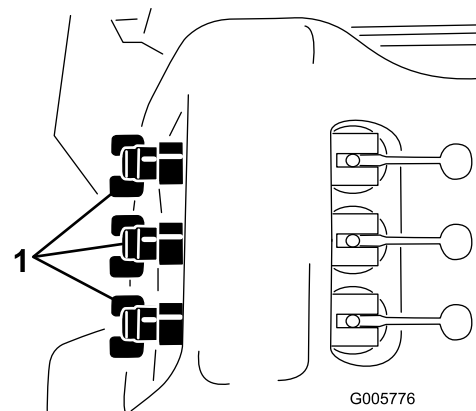

Bild 28
12. Stellen Sie das Sicherheitsventil des Auslegers (Bild 28) unter dem Auslegersicherheitsventil des Auslegers ein, das Sie abgestellt haben, bis der am Druckmanometer angezeigte Druck dem Wert in Schritt 9 entspricht.